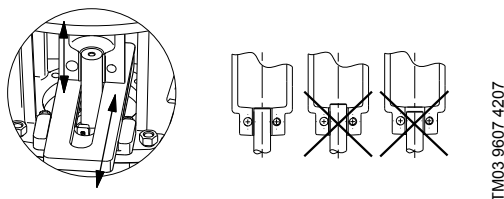

Рис. 8 Установка муфты
8. Установить муфту (поз. 8) на вал вручную или с помощью направляющей рамы (поз. G) в зависимости от типоразмера насоса. Верхний торец вала насоса должен быть заподлицо с нижней кромкой внутренней полости муфты. Смотри рис. 8.